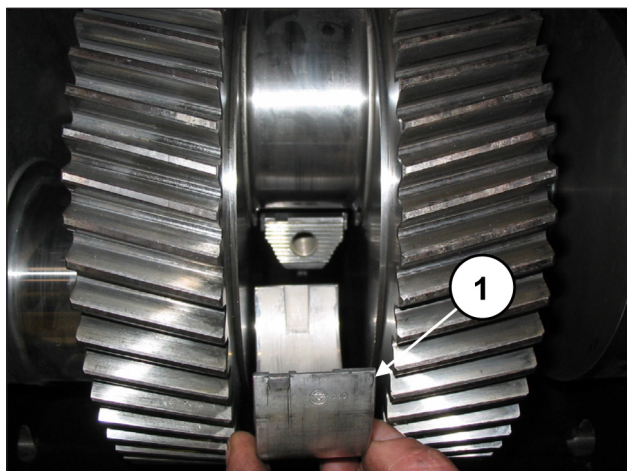

Рис. 81
Вставьте верхние полуподшипники между шатунами и коленвалом (поз. ①, Рис. 81).